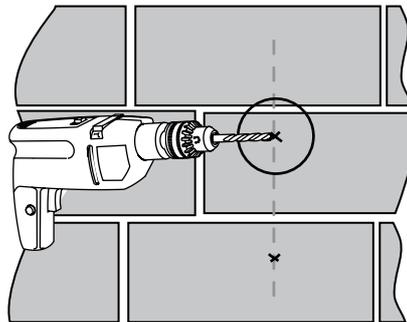

Рис. 2
2. Просверлите отверстия для монтажа рам на стену согласно выполненной разметке. Диаметр бура должен соответствовать диаметру вставляемых распорных дюбелей (Рис. 2).